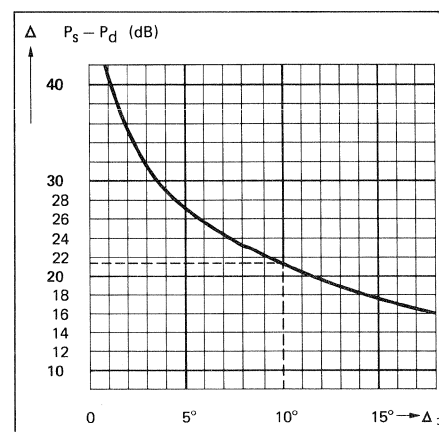

Fig. 5.35
8. Für die Ermittlung des Phasenwinkels gemäss Fig. 5.35 ist die Pegeldifferenz $P_s - P_d$ zu bilden. Die vorhandene Phasenwinkel-differenz kann aus dieser Kurve herausgelesen werden.
8. To determine the phase angle according to Fig. 5.35, the level difference $P_s - P_d$ is to be formed. The residual phase displacement angle can be read from the curve.